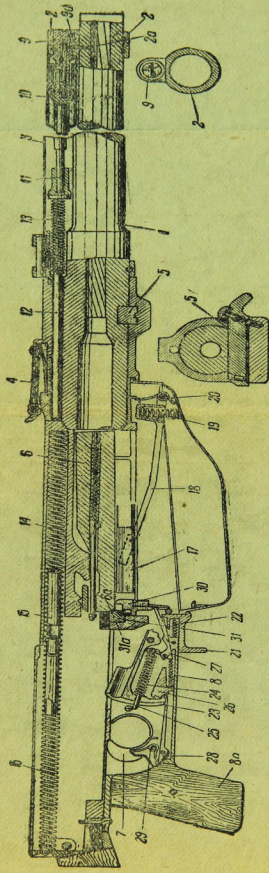

Рис. 1. Самозарядное противотанковое ружье ПТРС (разрез):
1. В самозарядном противотанковом ружье ПТРС (рис. 1, вклейка) открывание затвора 6, перезаряжание и выбрасывание гильзы происходят автоматически — давлением на затвор пороховых газов, отводимых через газовое отверстие 2а в стволе 1 и газовой камере 2.
По израсходовании патронов затвор останавливается в заднем положении остановом затвора 30 (см. рис. 1).
— повернуть флажок чеки *9a* газового регулятора (см. рис. 1) вперед и вынуть чеку; выко-
— вынуть из трубки 3 механизма перезаряжания (см. рис. 1) газовый регулятор 9, газовый поршень 10, шток 11, толкатель 12 с пружиной 13.
— нажать на пуговку защелки и отвести клин 5 (см. рис. 1) вправо доотказа;
— вложить в канал выступа обоймы ствола толкатель 12 (см. рис. 1) с пружиной 13;
— утопить останок 30 затвора (см. рис. 1) и отпустить затвор в крайнее переднее положение;